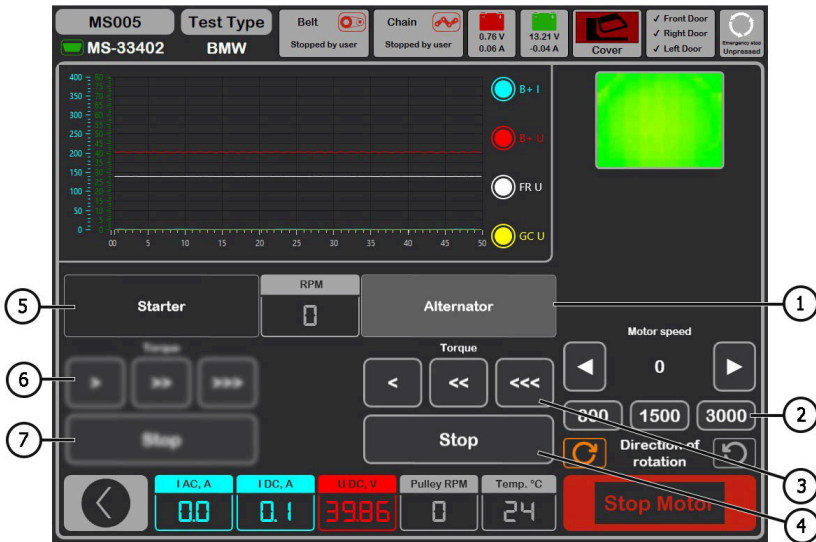

Рисунок 29. Меню режиму перевірки генератора 48 В
7.1. У вікні діагностики генератора (рис. 29) виберіть режим «**Alternator**» (див. поз. 1)